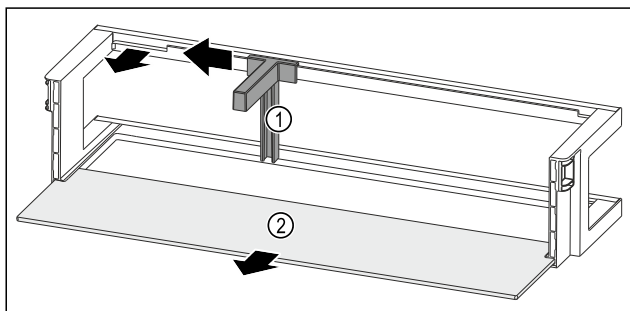

Fig. 65 Ajtópolc palacktartóval és tárolólappal
- ▶ A mélyedésig tolja oldalra a palacktartót Fig. 65 (1).
- ▶ Vegye ki a palacktartót Fig. 65 (1).
- ▶ Vegye ki a tárolólapot Fig. 65 (2).